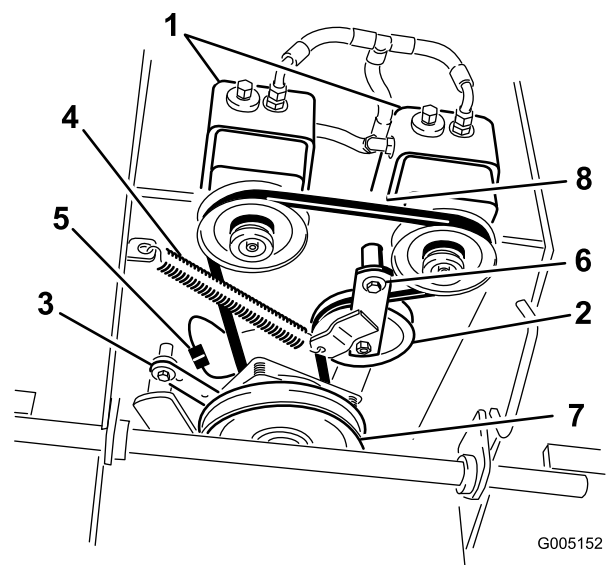

Figure 40
- Détachez le dispositif de retenue de l'embrayage du plancher moteur (Figure 40).
- Décrochez le ressort de la poulie de tension du cadre (Figure 40).
- Placez le ressort de tension entre le bras de la poulie de tension et la patte du bâti (Figure 40).
- Reposez le dispositif de retenue de l'embrayage sur le plancher moteur (Figure 40).